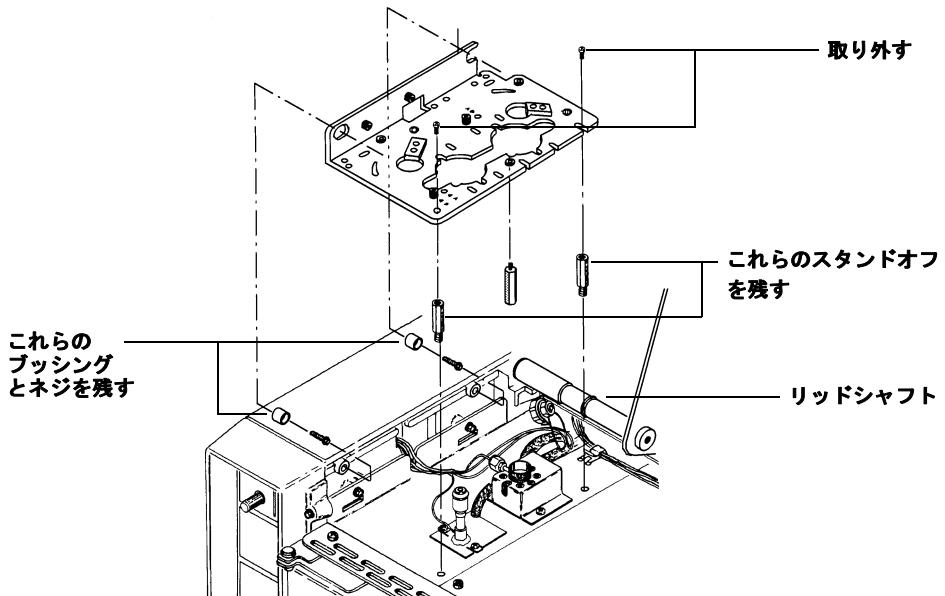

図4 インジェクタブラケットを取り外す
- 5 ブラケットをGCの上部のスタンドオフ(隔離碍子)とつなぐ2本のネジを取り外します。図4を参照してください。